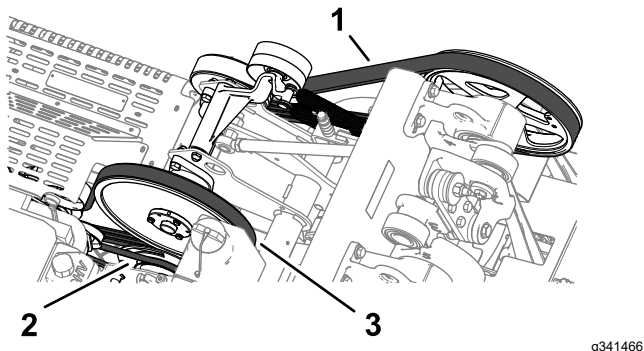

图 164
2. 检查液压泵、中间动轴和曲轴皮带图 164 是否损坏、磨损、垫层裂纹过多或有大块嵌入式碎片。